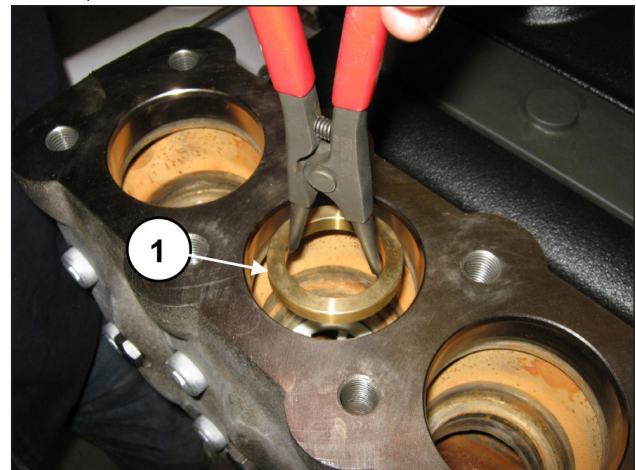

Abb. 99
Entfernen Sie den Distanzring des Ventilsitzes (Pos. ①, Abb. 99).